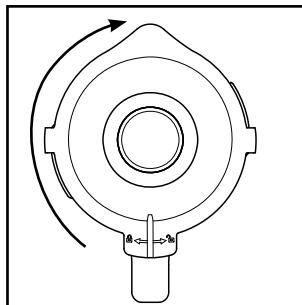

Fig. 2
- 4) Premere saldamente di nuovo il coperchio **2** sull'inserto mixer **3** in modo sfalsato. Chiudere il coperchio **2**, ruotandolo in senso orario nella posizione  fino a percepire l'innesto (vedere Fig. 2). Verificare che il beccuccio dell'inserto mixer **3** sia chiuso. Il motore può avviarsi solo quando il coperchio **2** è posizionato a filo.